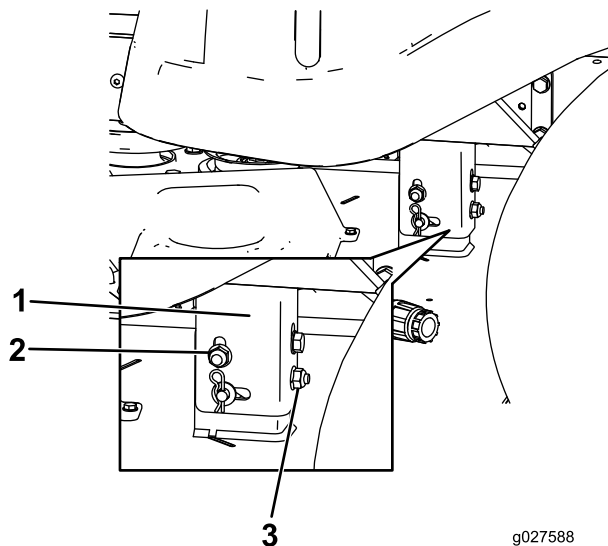

Figure 71
- Élevez ou abaissez le côté gauche du plateau de coupe en tournant l'écrou arrière (Figure 71).
Remarque: Tournez l'écrou arrière dans le sens horaire pour élever le plateau de coupe ou dans le sens antihoraire pour abaisser le plateau (Figure 71).